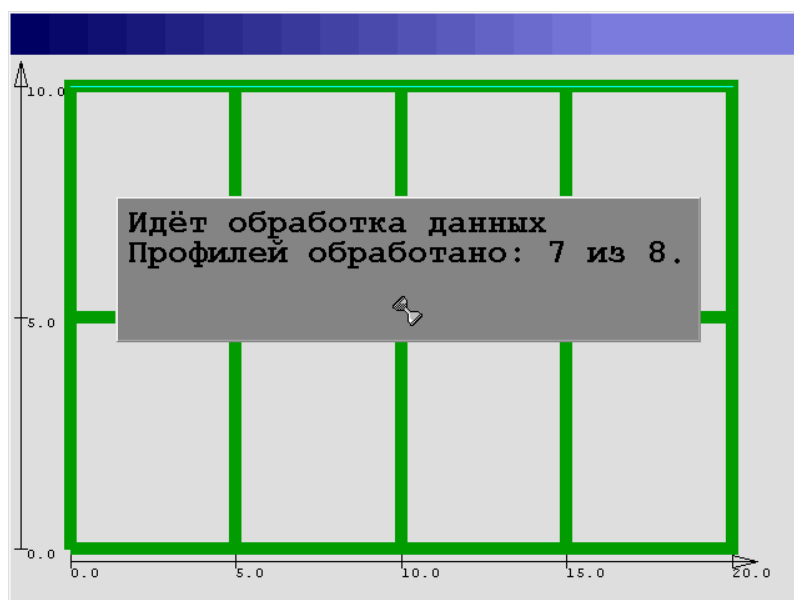

Рисунок. 5.18 Окно обработки результатов зондирования для построения 3D модели
- после завершения зондирования последнего горизонтального профиля на экране дисплея отображается окно (Рис.5.18) сообщающее об автоматическом запуске процесса сборки 3D модели. При следующих параметрах настройки прибора – количество точек-256, шаг по длине-100мм, шаг по ширине-100мм, профилей по вертикали-11, профилей по горизонтали-11, время на обработку составляет 2 минуты. По завершению построения 3D модели на экране появляется окно Рис.5.9.